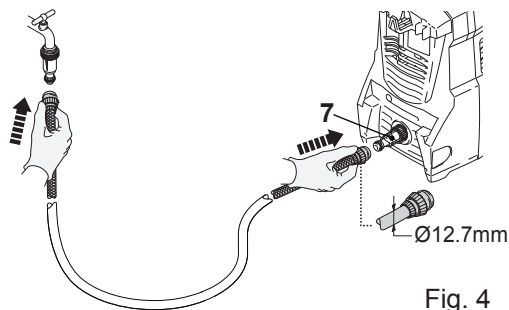

Fig. 4
3. Fixe uma mangueira de água adequada ao fornecimento de água e, em seguida, fixe a outra extremidade ao conector da mangueira de água (7) do aparelho (Fig. 4).